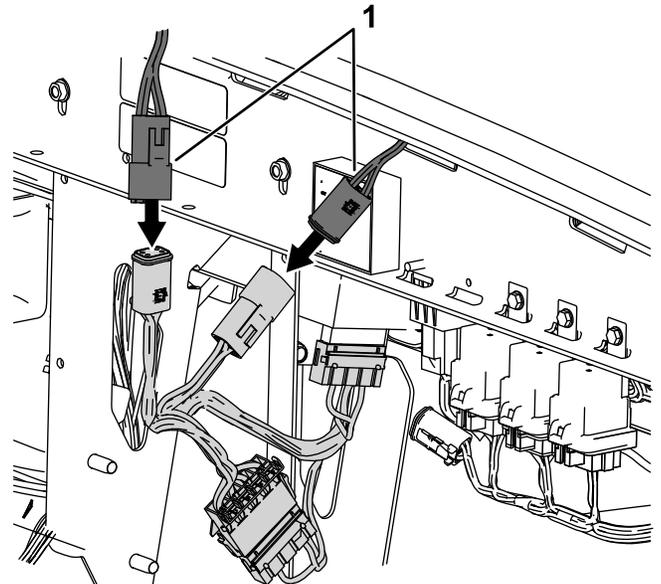

Bild 28
5. Verbinden Sie den losen viereckigen Stecker am Kabelbaum des Stromrichters mit dem Kabinenadapterkabelbaum (Bild 28).
6. Verbinden Sie die lose viereckige Buchse am Kabelbaum des Stromrichters mit dem Kabinenadapter-Kabelbaum (Bild 28).